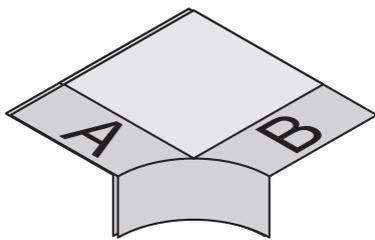

Figure 5 : Angle 3D préformé de type D
- Type D (Figure 5) : permet de traiter les autres configurations d'angle.